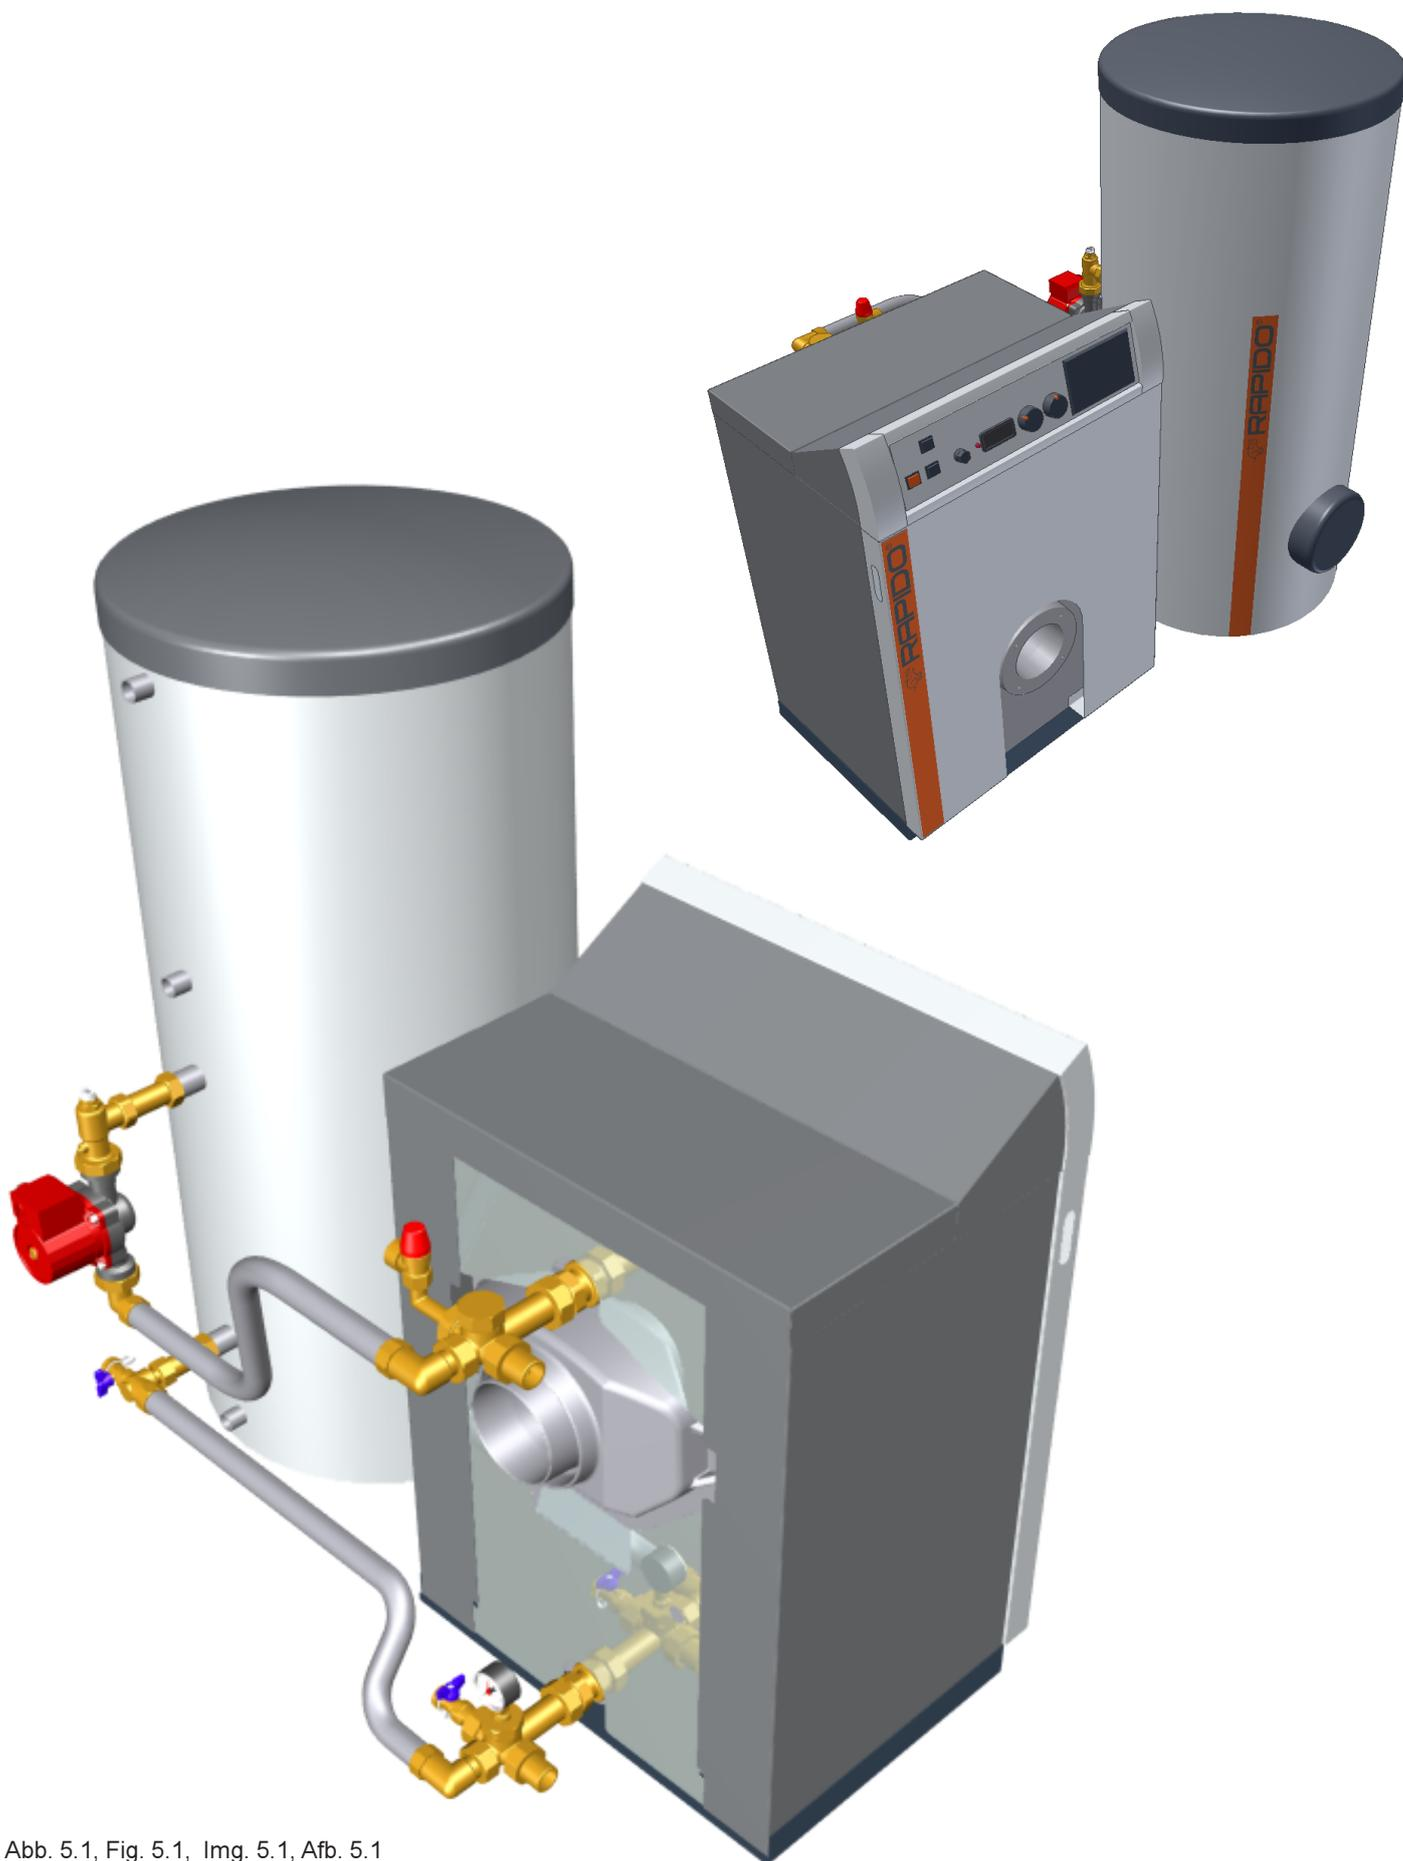

Abb. 5.1, Fig. 5.1, Img. 5.1, Afb. 5.1
- F 110 NT met aankoppelingsvaten (Afb. 5.1)